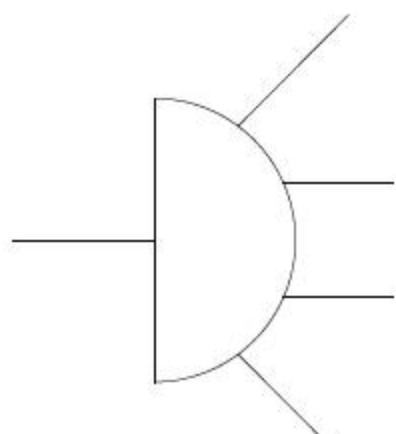

图8-126 复制线段
- 09 调用MI【镜像】命令，向下镜像复制斜线，结果如图8-126所示。